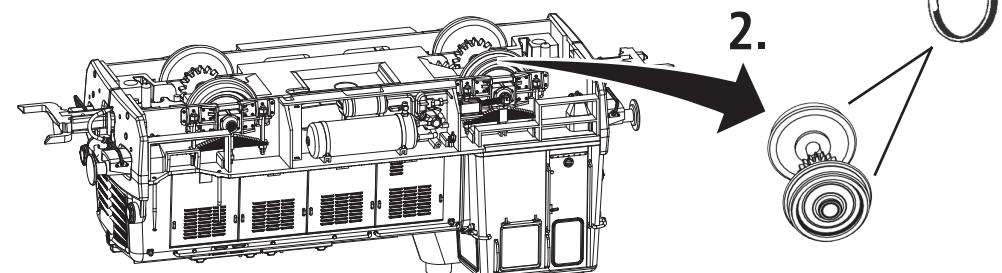

Fig. 8
3. Haftreifenwechsel: Zuerst den Getriebekopf abnehmen (Fig. 7). Danach den **Radsatz** herausnehmen und die **Haftreifen** mit einer Nadel od. mit einem feinen Schraubendreher abziehen (Fig. 8). Beim Aufziehen der neuen Haftreifen darauf achten, dass diese sich nicht verdrehen.
3. Change of traction tyre: Remove the gear cover (fig. 7). Take out **wheel set** and remove **traction tyre** using a pin or a fine screwdriver (fig. 8). When pressing on the new traction tyre please **avoid twisting it**.
Démontez d'abord **le couvercle du carter des engrenages** des engrenages (fig. 7). Délogez ensuite les essieux bandagées et enlevez, à l'aide d'une aiguille ou d'un tournevis fin, les bandages d'adhérence (fig. 8). Lors du montage des nouveaux bandages veuillez veiller à ce que les bandages **ne soient pas tordues**.